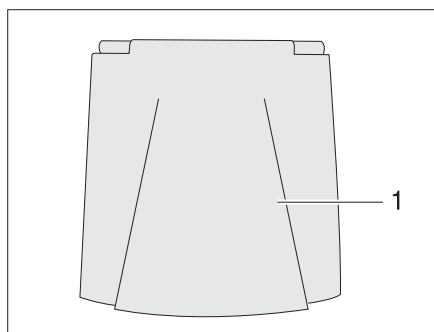

Fig. 31 Trampilla exterior conexión de 230 V
- Abrir:** ■ Girar la trampilla exterior (Fig. 31,1) hacia arriba.
- Cerrar:** ■ Girar hacia abajo la trampilla exterior (Fig. 31,1) y cerrarla presionándola.